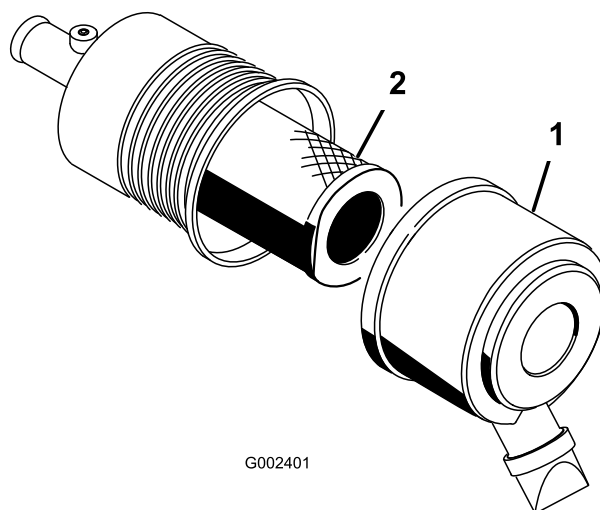

Figure 47
7. Montez le couvercle en dirigeant la valve de sortie en caoutchouc vers le bas, entre les positions 5:00 et 7:00 heures environ vu de l'extrémité (Figure 47).